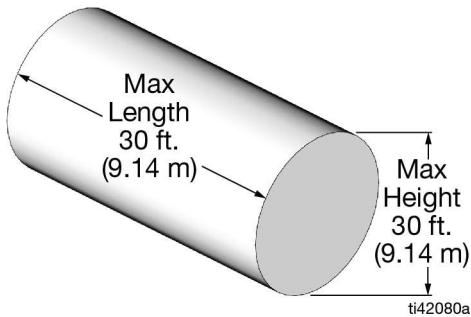

FIG. 17
- Las paredes de los extremos del depósito deben ser planas; no pueden ser de otra forma, tampoco con forma de campana (FIG. 17). Si es necesario, utilice un depósito que no sea estándar.